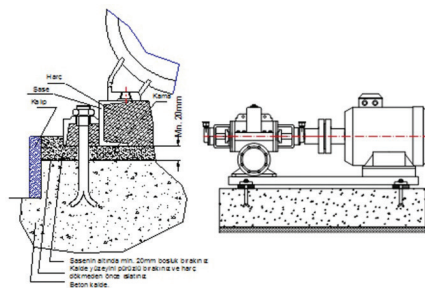

Рисунок 2: Образец бетонного основания
- Установите насос на бетонный фундамент, как показано на рис. 2.